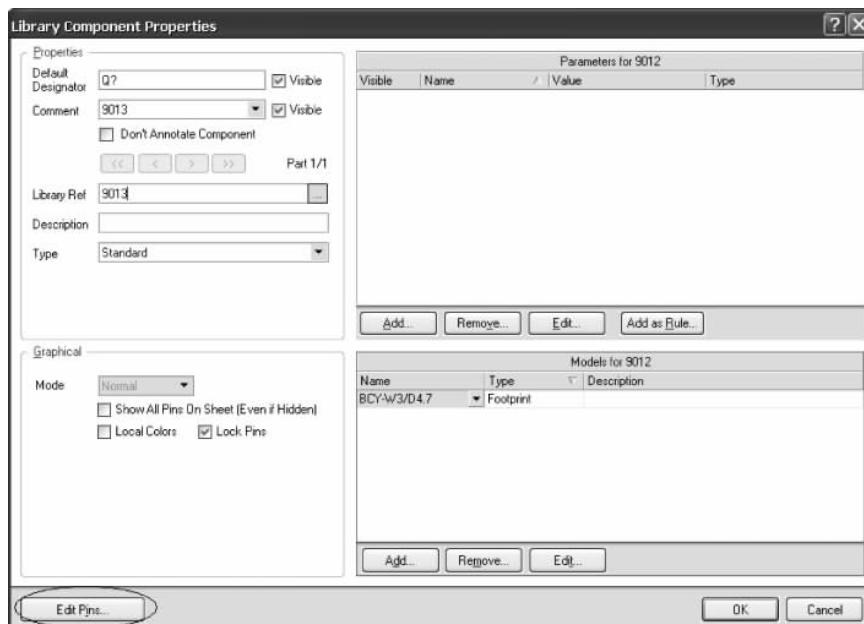
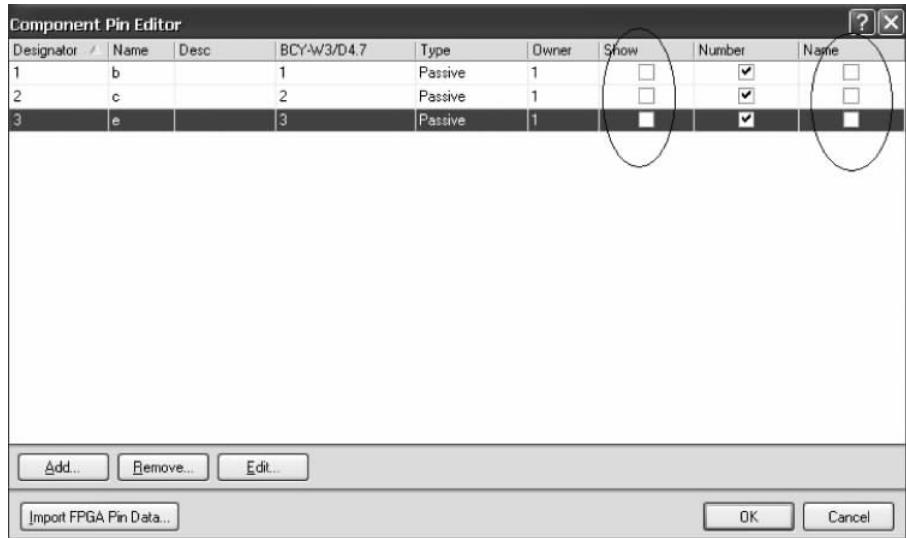

图 3-17 元器件属性编辑对话框
图 3-18 编辑引脚属性对话框
(5) 单击 SCH Library 管理面板(如图所示 3-6)的 **Edit** 按钮,弹出如图 3-17 所示元器件属性编辑对话框。单击该对话框左下角的 **Edit Pins...** 按钮,弹出如图 3-18 所示引脚属性编辑对话框。在 Show、Name 下的复选框中把√去掉,原理图符号上将显示不出引脚号与引脚名。